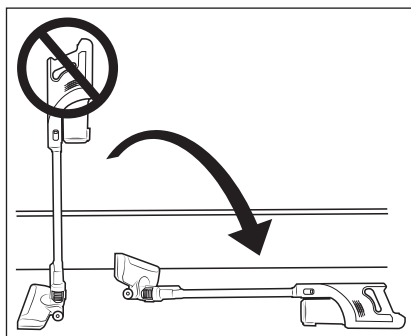

Fig. 9
- Stil ikke støvsugeren oprejst, hvis du ind imellem slukker den eller vil stille den fra dig. Sæt støvsugeren i vægholderen **18**, eller læg den på gulvet (se fig. 9 og 10). Ellers kan støvsugeren vælte på grund af dens høje tyngdepunkt og blive beskadiget og i uheldige tilfælde ødelægge andre genstande.